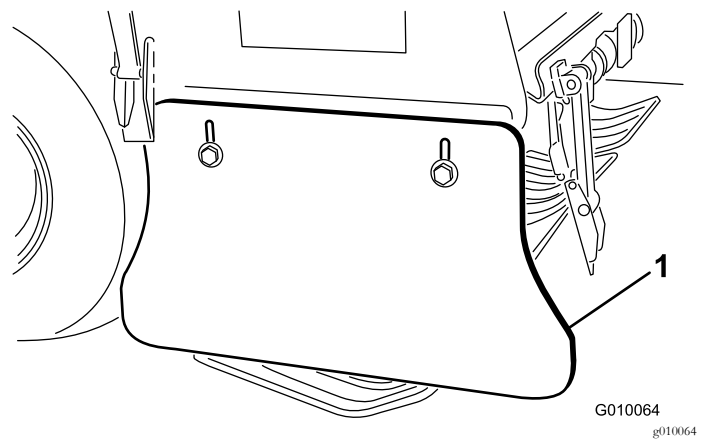

Figura 62
2. Afloje los pernos y tuercas que sujetan el protector lateral al bastidor (Figura 62).